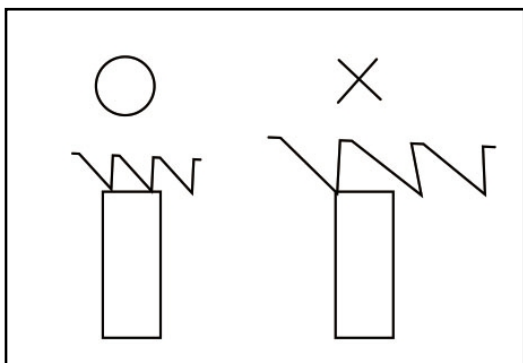

图 180-13
1. 如图 180-13 和 180-14 所示，切割时至少应有两颗锯齿进入切缝，这一点很重要。如图 180-13 所示，为工件选择正确的切割位置。